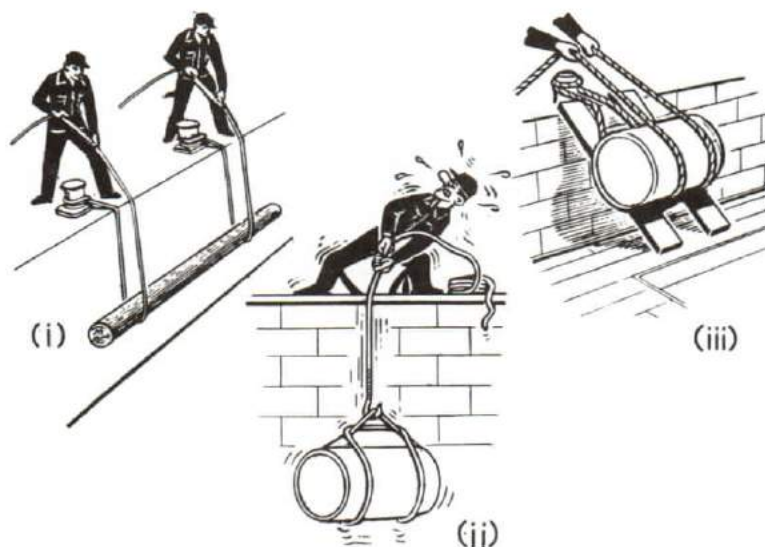

Figure 11-26
1. To understand the next and final part of weight-handling rigging, you must first master the basic principles of mechanical advantage. See Figure 11-26.
1. Pour comprendre cette dernière partie de l'étude des gréements de charge, vous devez d'abord assimiler le principe de la démultiplication mécanique (voir la figure 11-26).
5. The parbuckle used to be in wide use, but it is seldom used nowadays. The reason for this is that in the old days, almost every type of edible stores, and many types of what we call naval stores were stowed in casks. The parbuckle is still useful for hauling drums of oil, as shown in Figure 11-26(iii). This rig also uses the mechanical advantage of the inclined plane.
5. On emploie rarement la trévière de nos jours bien qu'autrefois son usage était très répandu, car, à cette époque, les provisions de bouche et quantités d'autres fournitures de bord étaient expédiées en barriques. La trévière s'emploie toujours pour le hissage des barils de mazout, comme le montre la figure 11-26 (iii). Le dispositif fait aussi appel à la démultiplication mécanique sur un plan incliné.